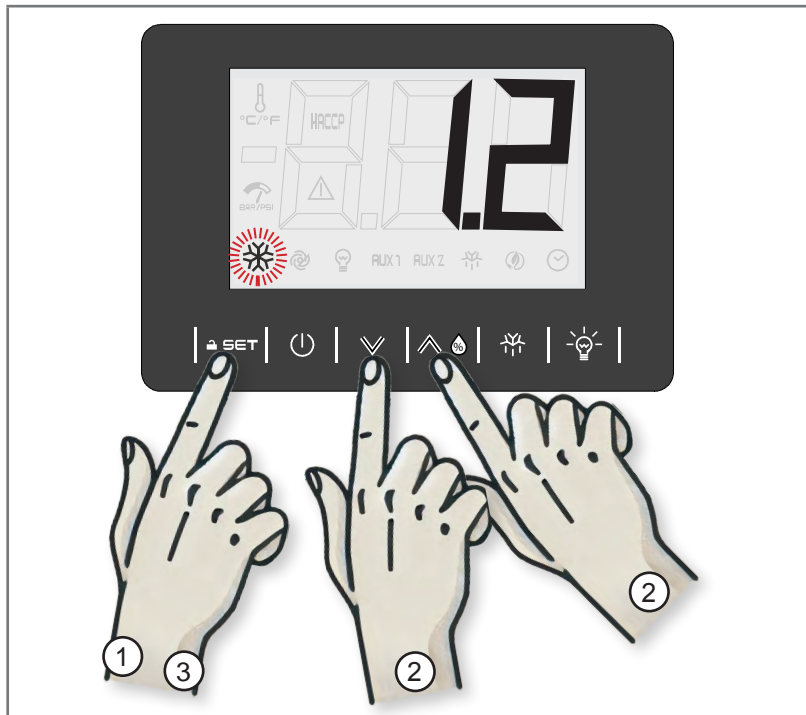

Fig 5.5 - Consigne de température
1. Appuyer sur la touche SET (1 - Fig. 5.5) : l'écran affiche l'icône du compresseur qui clignote et la température (°C) actuellement réglée.
2. Appuyer sur la touche BAS (2 - Fig. 5.5) ou la touche HAUT (2 - Fig. 5.5) dans les 15 secondes pour régler la valeur de la température (°C).
3. Appuyer sur la touche SET (3 - Fig. 5.5) ou ne rien faire pendant 15 secondes.